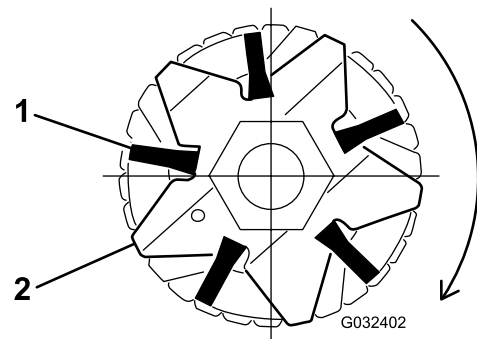

**Рисунок 19**
- С одной стороны барабана механической щетки вставьте щетину в каждую канавку по всей длине барабана механической щетки (Рисунок 19).
**Внимание:** Оберните крепежные ленты вокруг узлов лопастей и щетин щетки в направлении, соответствующем прямому направлению вращения. На **Рисунок 19** показаны ленты, установленные для вращения в прямом направлении.